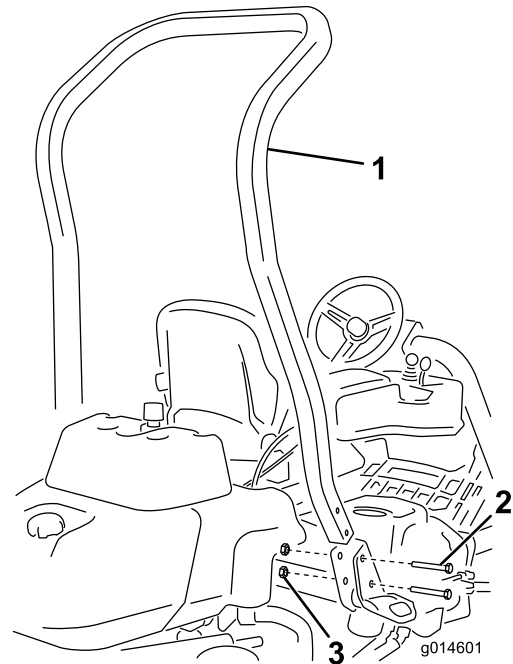

Bild 3
3. Befestigen Sie den Überrollbügel mit vier Schrauben (½" x ¾") und vier Bundmuttern (½") in den Aussparungen an jeder Seite der Maschine, wie in Bild 3 dargestellt.